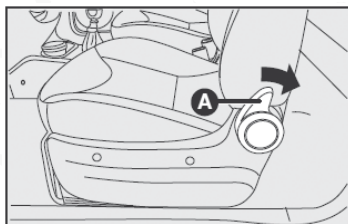

fig. 9
(para acceso a los asientos traseros en 700 CC y a rueda de repuesto/objetos en 700 - fig. 9)
- Gire la perilla A-fig. 9 en el sentido del asiento trasero, el respaldo se desbloqueará, abatiéndose hacia adelante.
- El asiento volverá a la posición vertical ajustada anteriormente, pero el ángulo del respaldo se deberá reajustar a través de la perilla A-fig. 9 de pliegue del respaldo.